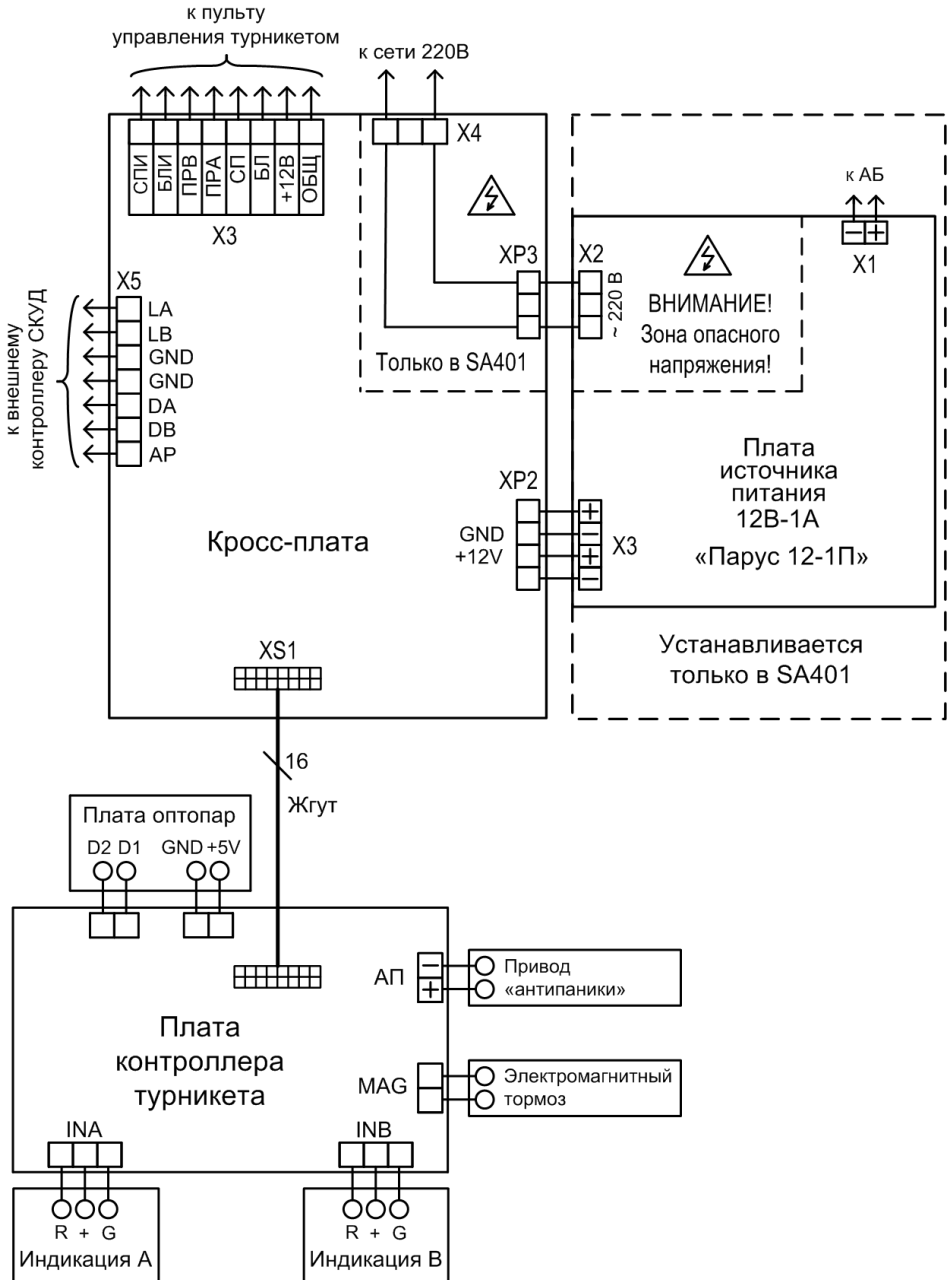

Рис.9 Схема электрическая соединений
- подключите кабель пульта управления к клеммнику Х3 кросс-платы и к клеммнику пульта (выкрутите два винта по бокам пульта, снимите крышку, на крышке пульта расположена плата с клеммником, подключите кабель согласно схеме подключения – рис.9, проденьте кабель в паз в основании пульта, зафиксируйте кабель хомутом, соберите пульт);